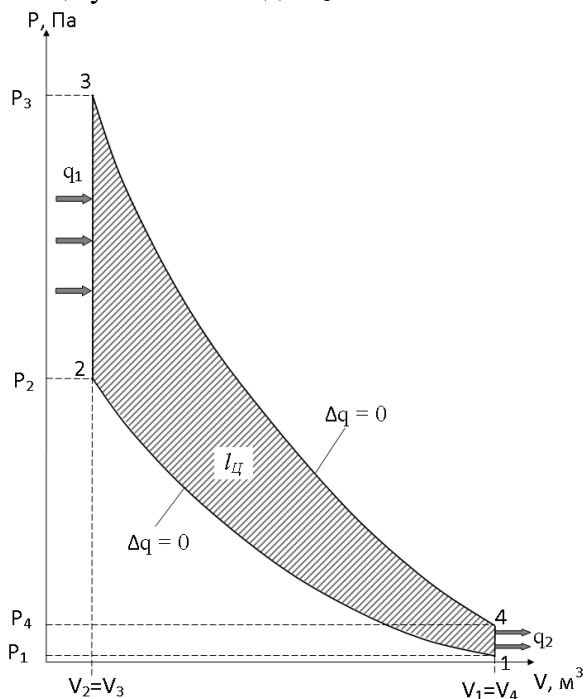

Рис. 1. Цикл Отто в p - v - координатах:
Рассмотрим работу цикла Отто с помощью диаграммы, изображенной на рис. 1. По кривой 1–2 происходит адиабатное сжатие рабочего тела, при этом температура возрастает до T_2 . Изохора 2–3 соответствует процессу подвода теплоты q_1 от источника теплоты, при этом температура увеличивается до T_3 . Затем следует процесс адиабатного расширения 3–4, температура при этом понизится до T_4 . В изохорном процессе 4–1 от рабочего тела в окружающую среду отводится теплота q_2 , а температура еще уменьшится до T_1 .
** Точки 1 и 2, а также кривая 1-2-адиабата сжатия, для всех трех циклов одинаковы (см. рис. 1, 2, 3).*
11. Построить заданный цикл в p - v диаграмме со своими значениями параметров p и v (см. рис. 1, 2, 3).